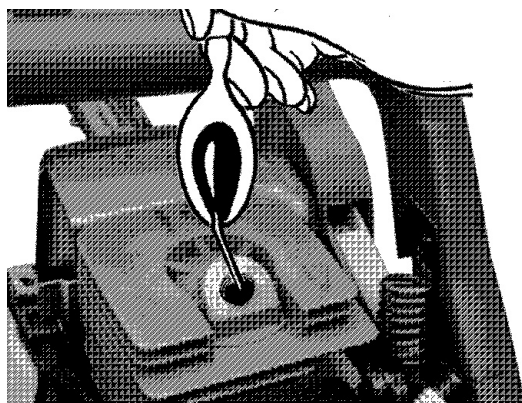

Fig. 31
5. Vacíe 1 cucharadita de aceite limpio de 2 ciclos en la cámara de combustion. Jale el hilo de arranque lentamente varias veces para cubrir los componentes internos. Reemplace la bujía (Fig. 31).